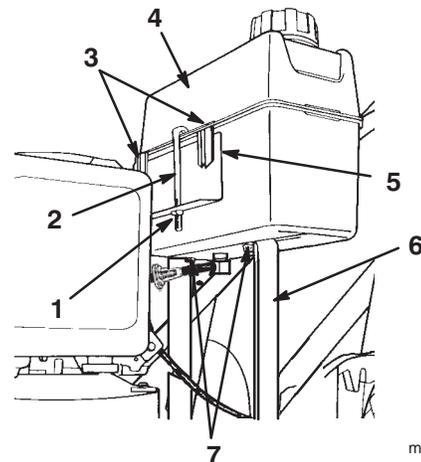

Figure 4
1. Débloquez les deux vis auto-taraudeuses au bas du réservoir de carburant et enlevez-les (Fig. 4).
2. Accrochez les clips en plastique situés à l'avant du réservoir sur le support du réservoir (Fig. 4).
- Fixez le réservoir de carburant sur la base à l'aide des deux vis auto-taraudeuses (Fig. 4), *sans serrer les vis excessivement*.
- Accrochez le dispositif de retenue à l'arrière du réservoir et glissez l'extrémité du dispositif dans le trou du support du réservoir (Fig. 4).
- Fixez le dispositif de retenue au support à l'aide d'un contre-écrou (Fig. 4). *Ne serrez pas le contre-écrou excessivement*.